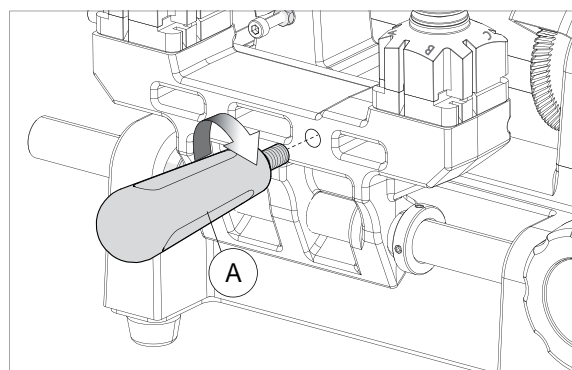

Fig. 10
Enrosque la empuñadura (A) del carro (Fig. 10).